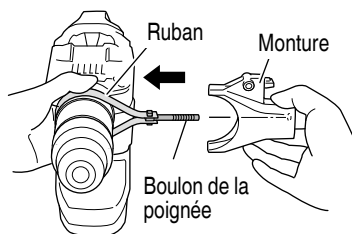

Fig. 13
- (3) Tout en tenant le ruban pour s'assurer que le boulon de la poignée ne se détache pas, insérer le boulon de la poignée dans la monture. (Fig. 13)